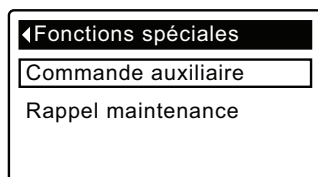

FIG. 74
1. À partir d'un écran d'état dynamique, appuyez sur le SÉLECTEUR (O) pour afficher le **Menu principal**.
3. Appuyez sur le SÉLECTEUR (O) pour afficher le menu des fonctions avancées.
5. Appuyez sur le SÉLECTEUR (O) pour afficher le menu des fonctions spéciales (cf. Figure 74).
9. Appuyez sur le SÉLECTEUR (O) : l'afficheur revient au menu des fonctions spéciales (cf. Figure 74).
5. Appuyez sur le SÉLECTEUR (O) pour afficher le menu des Fonctions spéciales (cf. Figure 74).
9. Appuyez sur le SÉLECTEUR (O) : l'afficheur revient au menu des Fonctions spéciales (cf. Figure 74).